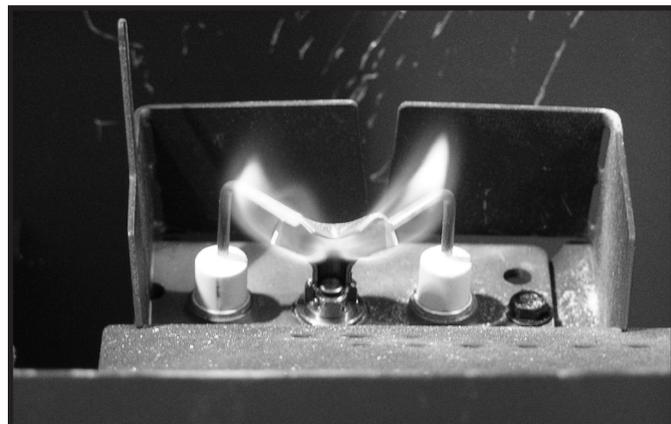

Figure 4.8 Modèles de flamme de la veilleuse
- Inspectez la qualité du comportement de la flamme de la veilleuse. Voir la figure 4.8. pour un modèle de flamme de la veilleuse. Nettoyez ou remplacez la tête d'injecteur à filetage mâle si nécessaire.